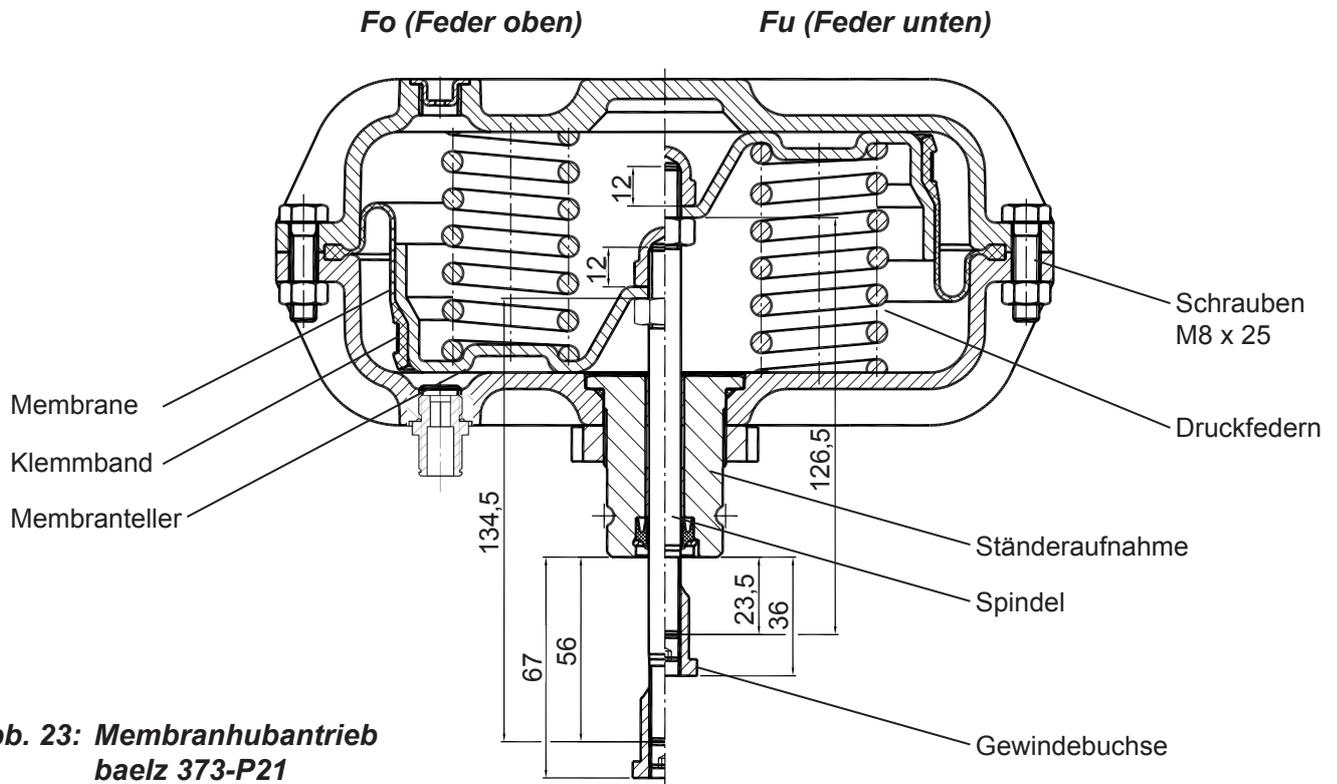

Abb. 23: Membranhubantrieb baelz 373-P21
11. **P11 und P21:** Schrauben Sie die Gewindebuchse auf die Spindel bis der Abstand zwischen Unterkante Ständeraufnahme und Unterkante Gewindebuchse dem angegebenen Wert in Abb. 23 entspricht, also 67 mm für Fo und 36 mm für Fu.